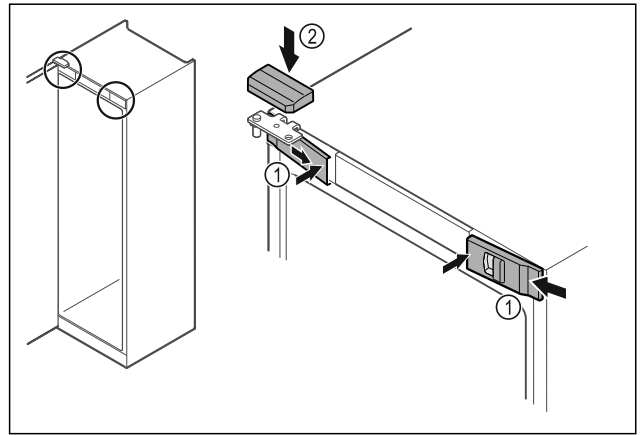

Fig. 36
- ▶ Передні кришки Fig. 36 (1) зачепити збоку та зафіксувати всередині.
- ▶ Зафіксуйте верхню кришку Fig. 36 (2) зверху.